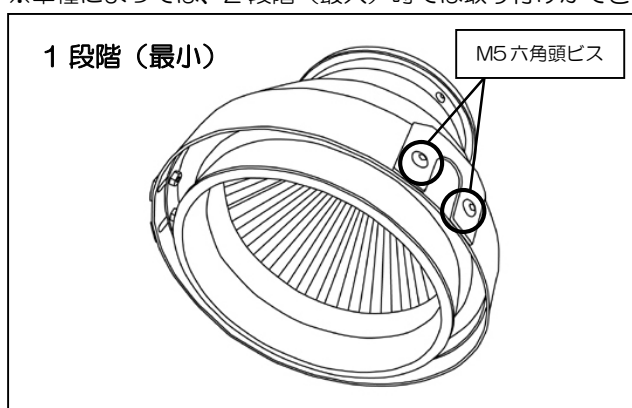

図 1
- 1段階（最小）状態（図1）ではアタッチメントに取り付ける際に、バンドがシールドに隠れて取り付けにくい場合があります。その際は、一度すべてのM5六角頭ビス・ロックプレートを外し、シールドを一旦ずらした後にバンドを締め付けてください。シールドを元に戻したあとは必ずビスを締め、シールドが固定されているかを確認してください。